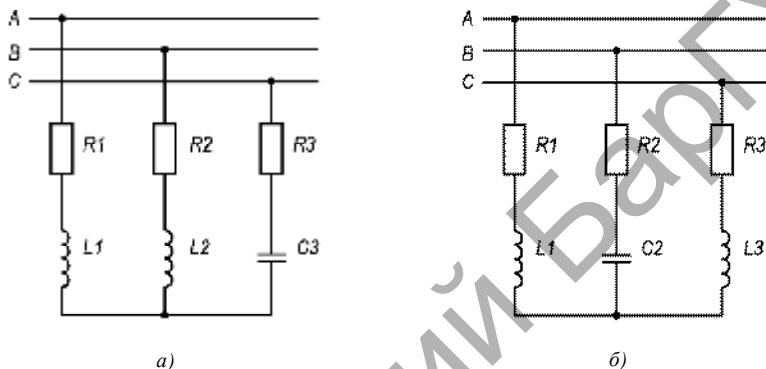

Рисунок 3.9
**Задача 3.6.** Определить отклонение напряжения от номинального значения на всех фазах приёмника в случае обрыва линейного провода в трёхфазной цепи (рис. 3.9), используя исходные данные таблицы 3.6.